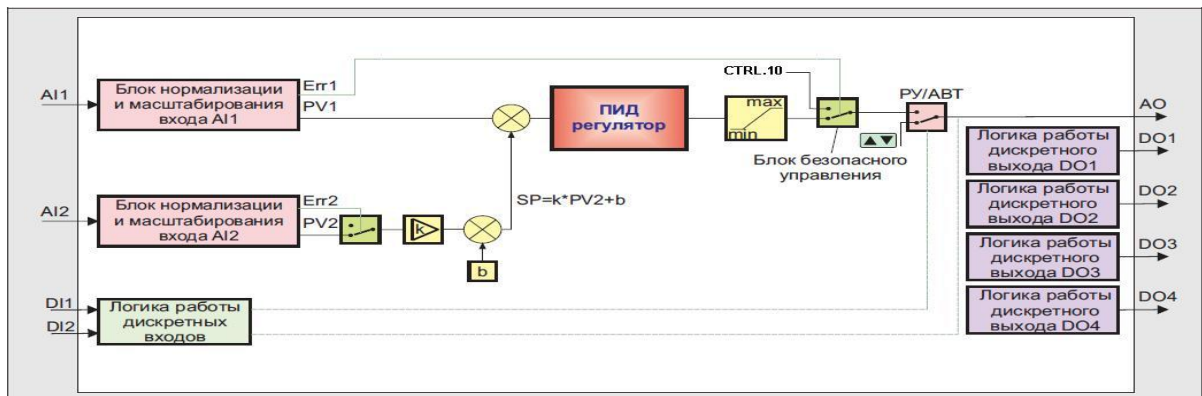

Рисунок 3.6 – Структурная схема аналогового регулятора соотношения
- ПИД-аналоговый соотношений (рис. 3.6)